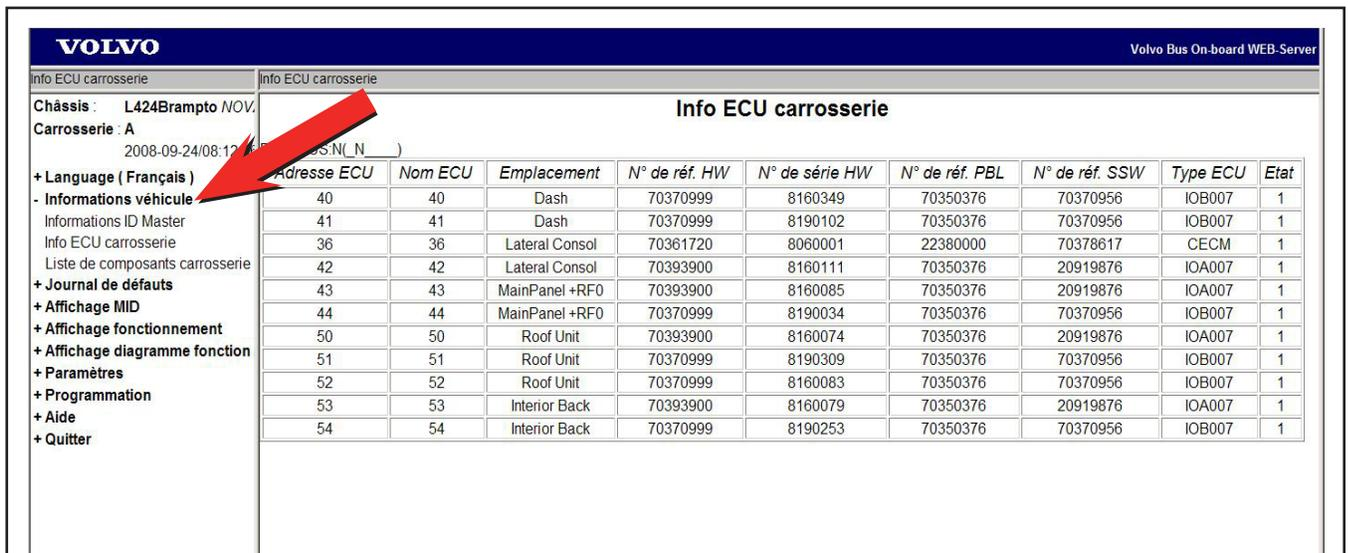

Figure 20 - Information sur le véhicule
19. Une fois le processus complété, la page principale du serveur de bord de Volvo Bus apparaît. Cliquer sur la ligne **INFORMATIONS VÉHICULE**. Un sous-menu avec plusieurs choix apparaît. Voir Figure 20.